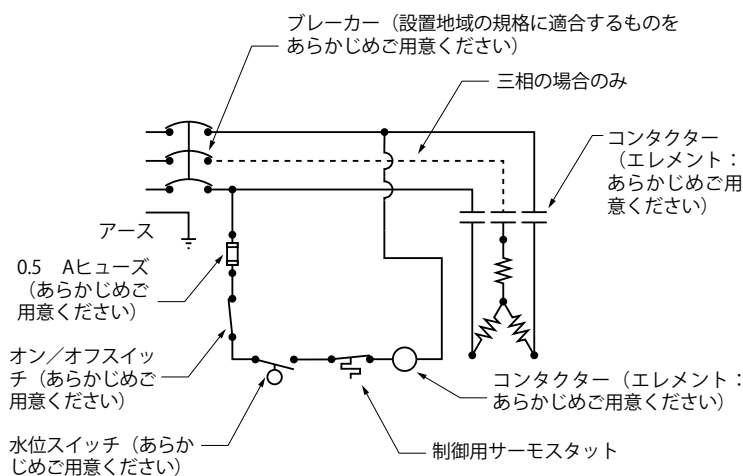

図6 三相かつ定格電圧380 V 未満の製品の配線方式。コンタクターをご用意いただく必要があります。
- コンタクターをご用意いただき、製品配線に組み込む必要があります（図6参照）。